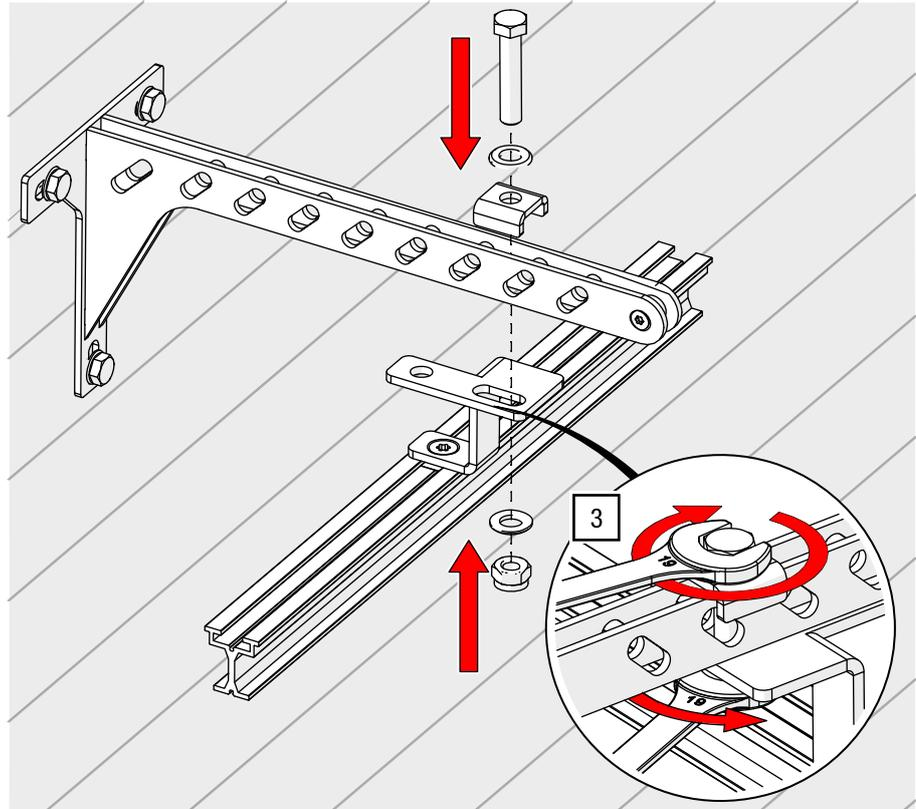

Abb. 71: Wandarm mit Abhängung für Seilführung verschrauben
3. Setzen Sie das U-Blech mit der offenen Seite nach unten auf den Wandarm und verschrauben Sie dieses mit der Abhängung für Seilführungen mit zwei Gabelschlüsseln SW 19 und 93 Nm. (siehe Abb. 71).